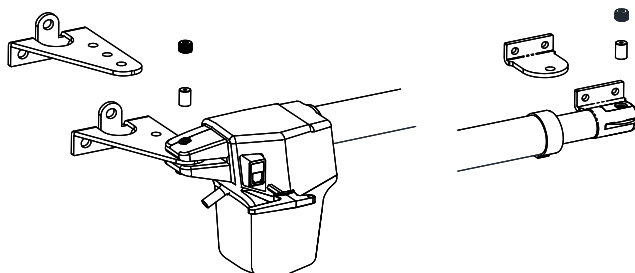

Рисунок 5
- Смажьте посадочные поверхности и оси крепления густой смазкой. Установите привод на заднее и переднее крепления *рис. 5*. Для установки привода на переднее крепление, разблокируйте привод (раздел «**4.3. Ручная разблокировка**») и переместите шток привода руками.